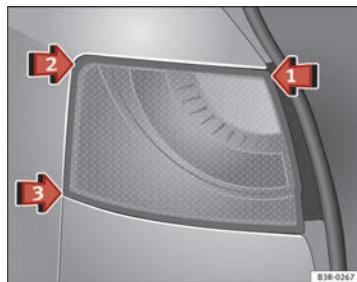
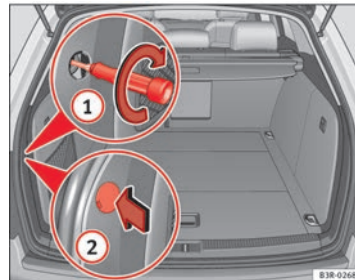

Abb. 229 Heckleuchte einbauen
Abb. 230 Gepäckraum: Lage der Befestigungsschraube der Heckleuchte
- Setzen Sie die Heckleuchte zuerst bei ⇒ Abb. 229 Pfeil ① in den Heckleuchenträger ein.
- Drücken Sie die Heckleuchte in der Reihenfolge ② und ③ leicht an den Heckleuchenträger, bis die Clips fest in den Gummilagern sitzen.
- Drücken Sie leicht auf die Oberseite der Heckleuchte und befestigen Sie diese vom Gepäckraum aus mit einem Schraubendreher ⇒ Abb. 230 ①.
- Setzen Sie die Abdeckung mit der Aussparung nach hinten ② vor der Schraube wieder ein.